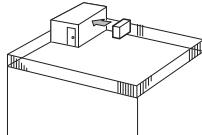

Fig. 2-4
- ① Piegrieziet gaisa izplūdes atveri pret tuvāko piejemamo sienu tā, lai tā atrastos 35 cm attālumā no sienas. (Fig. 2-4)